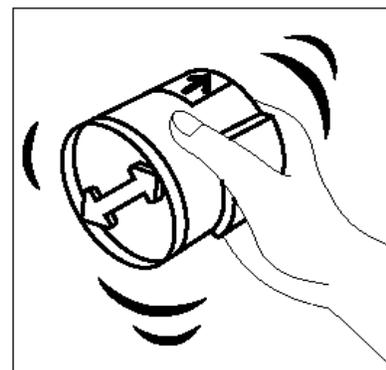

Figura 11: Cómo agitar el cartucho
- 6** Agite bien el cartucho, tal y como ilustra la Figura 11.